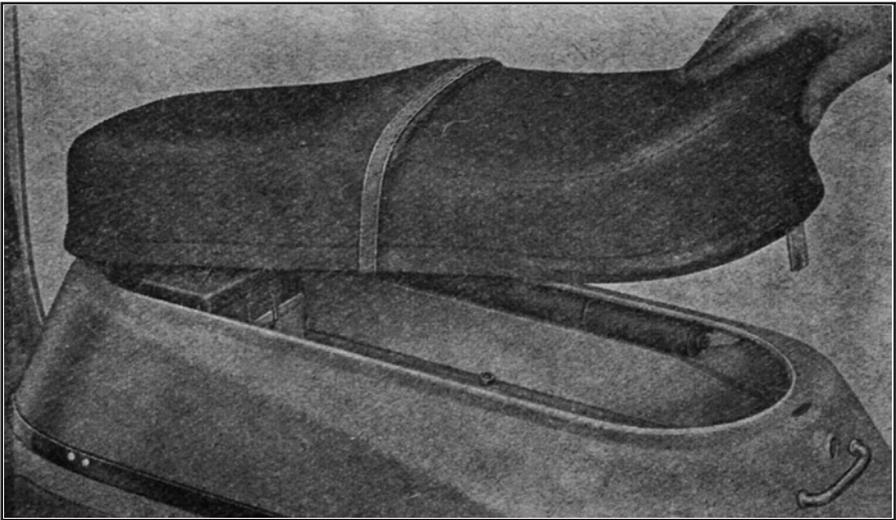

Abb. 48. Abnahme des Sattels
19. ABNAHME DES SATTELS (Abb. 48)